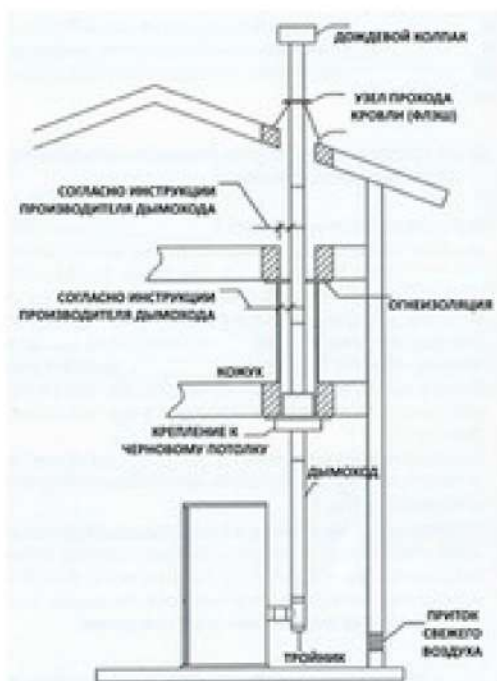

Рисунок 10
Установите черную крепление к черновому потолку снизу на уровне балки и закрепите его спиральными гвоздями или саморезами (рис. 10). В качестве альтернативы можно использовать опорную сборку, которая вставляется в отверстие в потолке снизу и крепится к балкам с помощью спиральных гвоздей или саморезов (рис. 10).
- Установите секции дымохода поверх первой. Скрутите секции дымохода, повернув их по часовой стрелке. Перед скручиванием плотно прижмите их друг к другу для правильного зацепления стопорных шипов. Необходимо прикладывать достаточную силу скручивания, чтобы фланцы сжимали материал прокладки. – Противопожарная огнеизоляция необходима там, где дымоход проходит через пол или потолок. Вырежьте отверстие соответствующего размера в потолке/полу и установите огнеизоляцию сверху или снизу балки. Закрепите ее гвоздями через углы (рис. 10).
- Выдвиньте вентиляционное отверстие дымохода не менее чем на 30см над линией крыши и завершите его дождевым колпаком (рис. 10). Если дымоход выступает более чем на 1,5м над проходом через крышу, необходимо использовать боковую поддержку. В географических регионах с устойчиво низкой температурой окружающей среды рекомендуется закрывать наружные дымоходы ниже линии крыши. Это помогает уменьшить образование конденсата, накопление сажи и плохую тягу.
- Установите дождевик на верхнюю секцию дымохода и зафиксируйте его. (рис. 10).